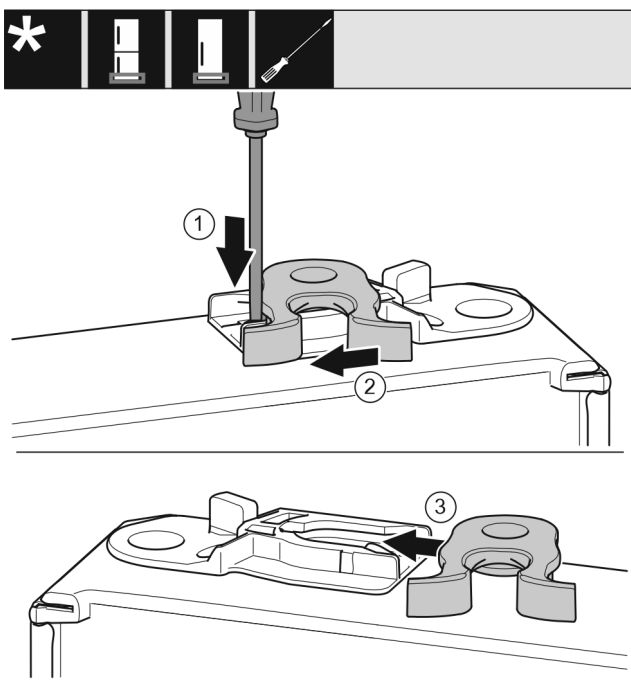

Fig. 27
- ▶ Tryk lasken ned med den flade skruetrækker. Fig. 27 (1)
- ▶ Træk låsekroge ud af føringen. Fig. 27 (2)
- ▶ Skub lukkeanordningen ind i føringen i den anden side. Fig. 27 (3)